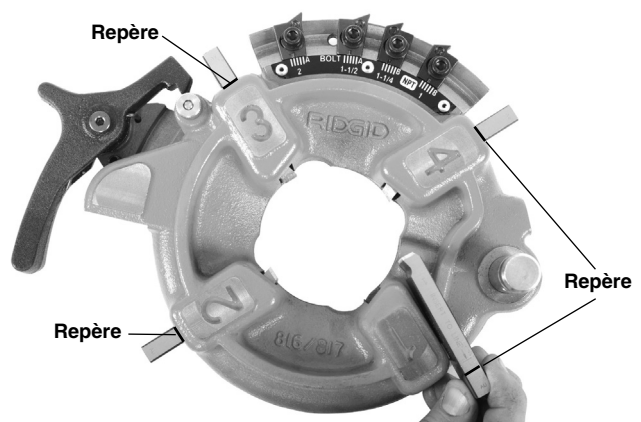

Figure 2 – Insertion des filières
5. Insérez les filières appropriées (chiffre en haut) en les enfonçant jusqu'à ce que leur repère arrive à fleur du rebord de la tête (Figure 2). Les chiffres des filières doivent correspondre à ceux des logements correspondants de la tête de filière. Remplacez systématiquement le jeu de filières au complet. Ne mélangez pas les filières issues de différents jeux.